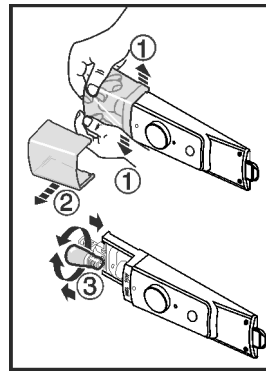

Fig. 11
- ▶ Lampenabdeckung nach Abbildung, innen, im vorderen Bereich auseinanderdrücken Fig. 11 (1) und zur Seite abziehen Fig. 11 (2).
- ▶ Die Lampe auswechseln. Fig. 11 (3)